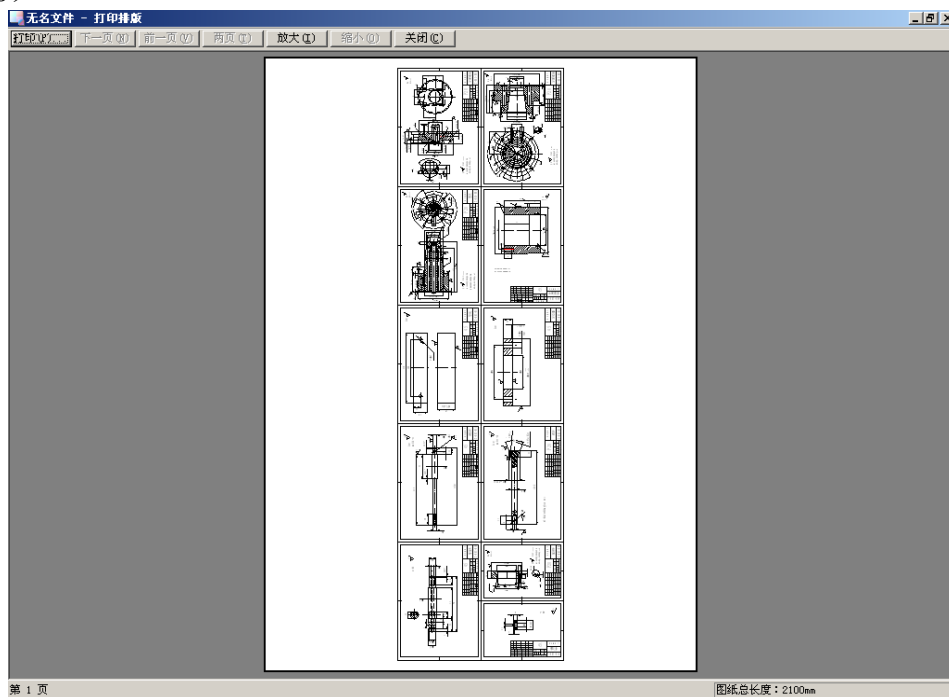

图 14-10 打印预览
- 预览：单击此按钮后系统在屏幕上模拟显示真实的绘图输出效果。（见图 14-10）